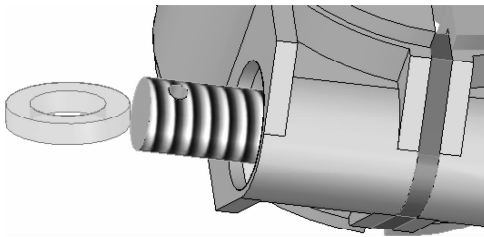

图 8-89 放置第 11 个零件
- (1) 与装配第十个零件基本相同，单击【主页】选项卡中的 【插入部件】按钮，在左侧弹出的【备选装配】对话框中选择【WASHER】零件。按住鼠标左键将其拖动至绘图区域，在如图 8-89 所示的位置处松开鼠标左键，即可把零件放置到当前位置。